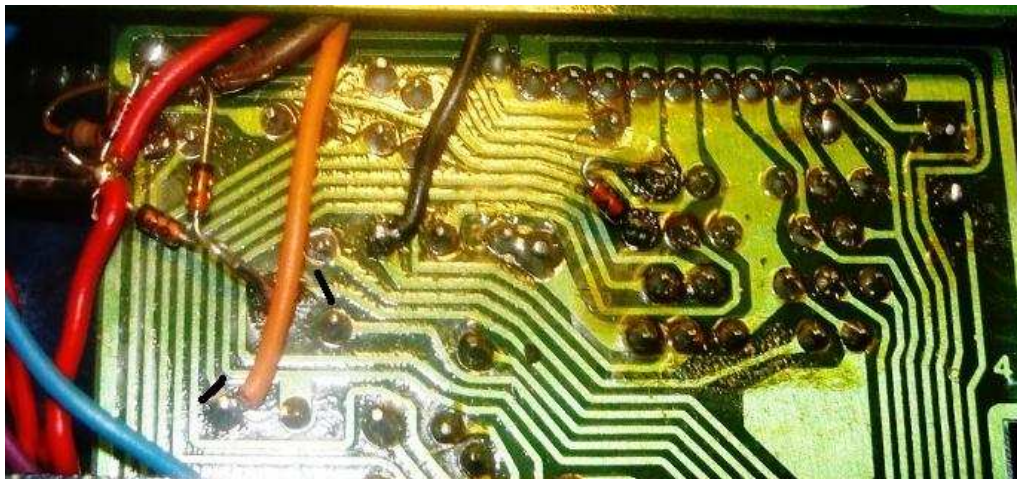

Bild 1: Anschluss der LED
3. Einlöten der 4 Dioden lt. Bild 1 und Anleitung